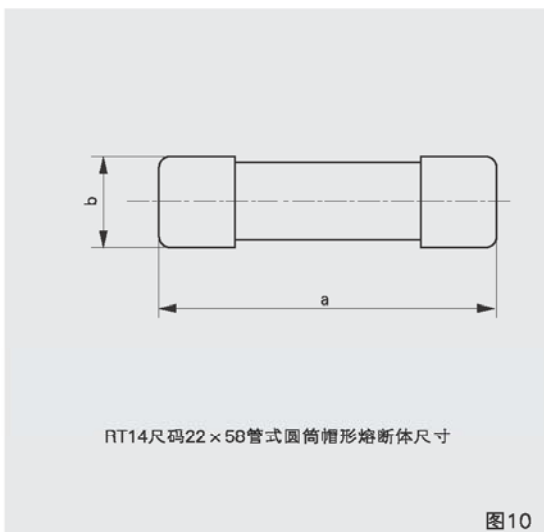
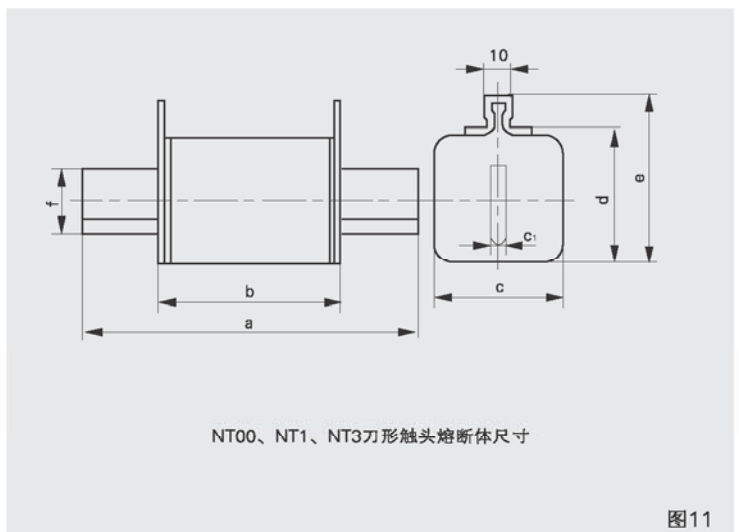

图10
图11
10、SGR1系列隔离开关熔断器组选配熔断体型号及外形尺寸 (见图10、图11、表7 (熔断体不随产品提供))